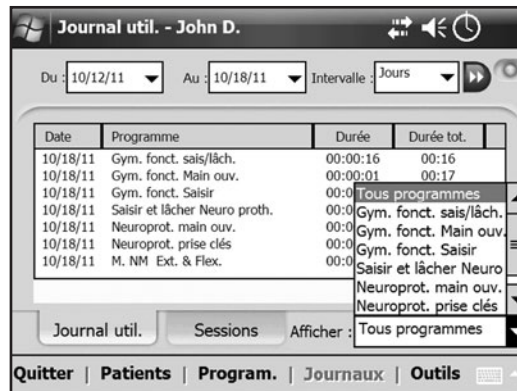

Figure 8-40 : Journal d'utilisation, tous les programmes.
2. Appuyez sur l'**onglet Journal d'utilisation**. Le journal d'utilisation s'ouvre. Reportez-vous à la Figure 8-40.